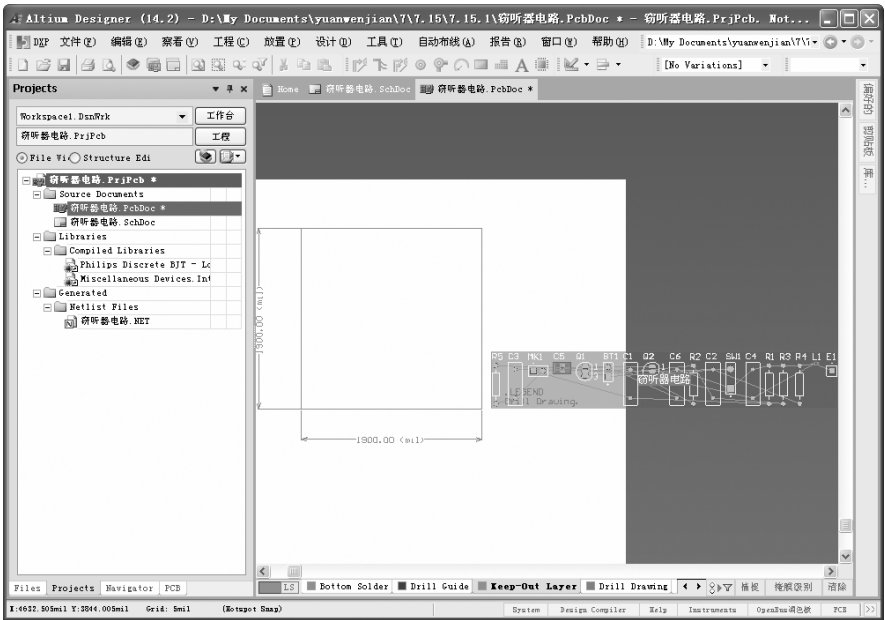

图 8-52 添加元器件封装的 PCB 图
7) 完成添加后, 单击 **关闭** 按钮, 关闭对话框。此时, 在 PCB 图纸上已经有了元器件的封装, 如图 8-52 所示。